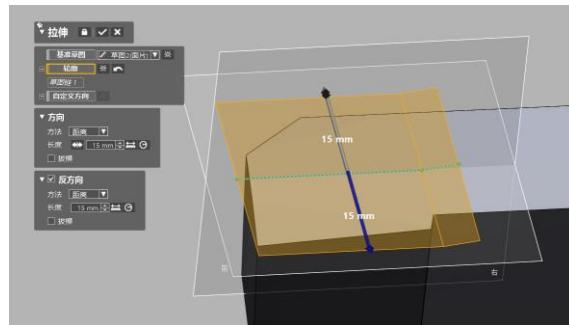

图 4.48 片体的拉伸
3) 点击菜单栏模型>（创建曲面下）拉伸图标 ，弹出拉伸对话框，轮廓选择草图 2，方向长度 15mm，反方向长度为 15mm，如图 4.48 所示，点击确定完成片体的拉伸。